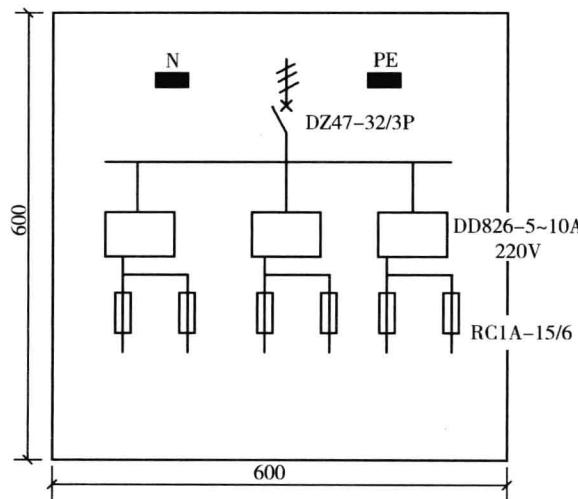
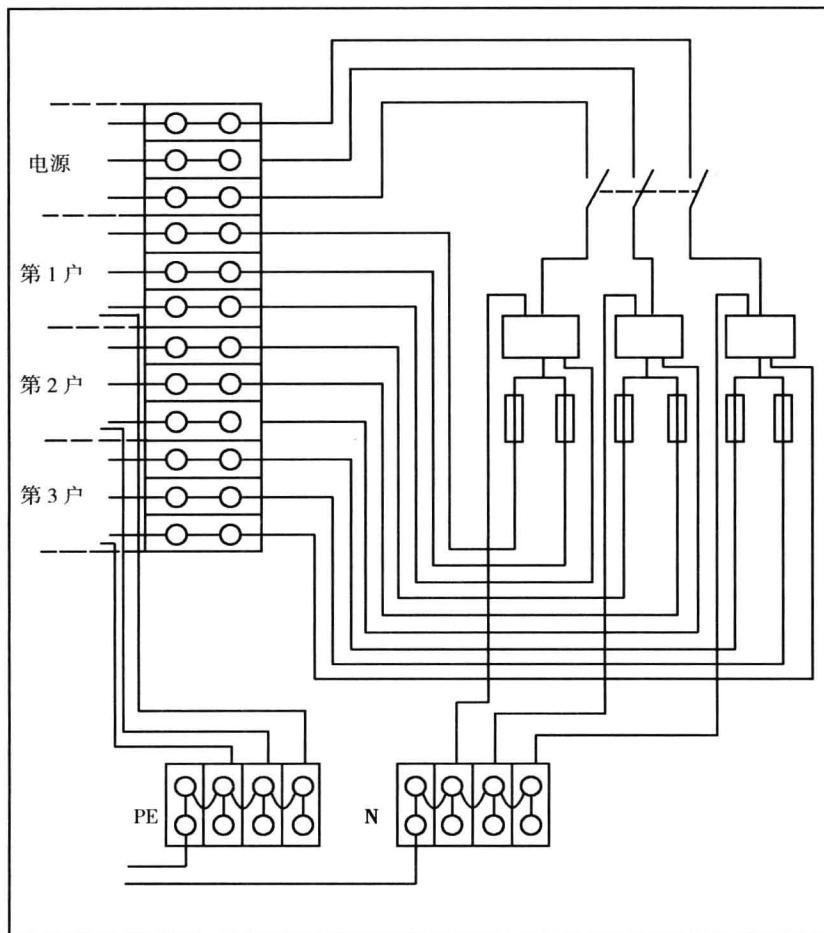

图 1-4 配电箱内电气主结线系统图
图 1-5 木制配电盘内接线示意图
【例 6】 现需制作一台供一梯三户使用的嵌墙式木板照明配电箱,设木板厚均为10mm,电气主结线系统如图 1-4 所示,每户两个供电回路,即照明回路与插座回路,楼梯照明由单元配电箱供电,本照明配电箱不予考虑,试计算工程量并查取定额编号及清单。
【解】 根据图 1-4 计算,其工程量及定额编号为:
- (1)三相自动空气开关(DZ47-32/3P)安装,1个,定额编号为2-267。
- (2)单相交流电度表(DD826-5~10A,220V)安装,3个,定额编号为2-307。
- (3)瓷插式熔断器(RC1A-15/6)安装,6个,定额编号为2-283。
- (4)木配电板(600mm×600mm×10mm)制作,半周长为1.2m,面积为 $0.6 \times 0.6 \text{m}^2 = 0.36 \text{m}^2$,定额编号为2-372。
(8)盘内配线:可将配电箱主结线系统图1-4绘成配电盘内接线示意图(如图1-5所示),以分析计算盘内配线回路数,即
(9) 端子板安装以 10 个头为 1 组, 由图 1-5 可知, 端子板共需 20 个头, 则工程量为 2 组, 定额编号为 2-326。